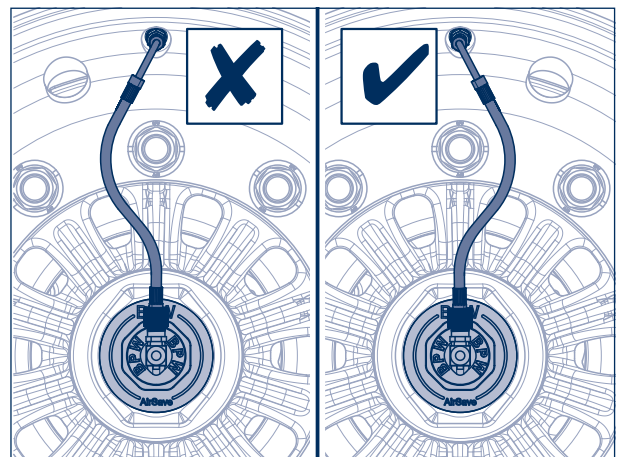

Figura 6
- [6] Rode o adaptador da tampa do cubo (817) usando uma chave inglesa (SW 55) ou um alicate de mola até que a junta roscada do rotor possa ser conectada à mangueira de válvula. (ver Figura 6).
A mangueira de válvula não deve estar apontando na direção de desaparafusamento do rotor AirSave, ver a figura 6.